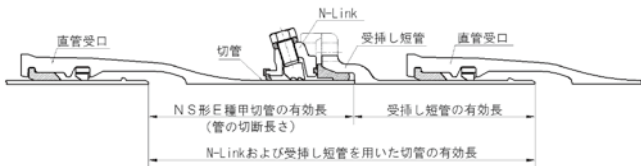

図54 N-Linkおよび受挿し短管を用いた切管有効長
- (1) 切断する位置全周に“ケガキ線”を入れる。図54に切管有効長、表13に受挿し短管の有効長を示す。